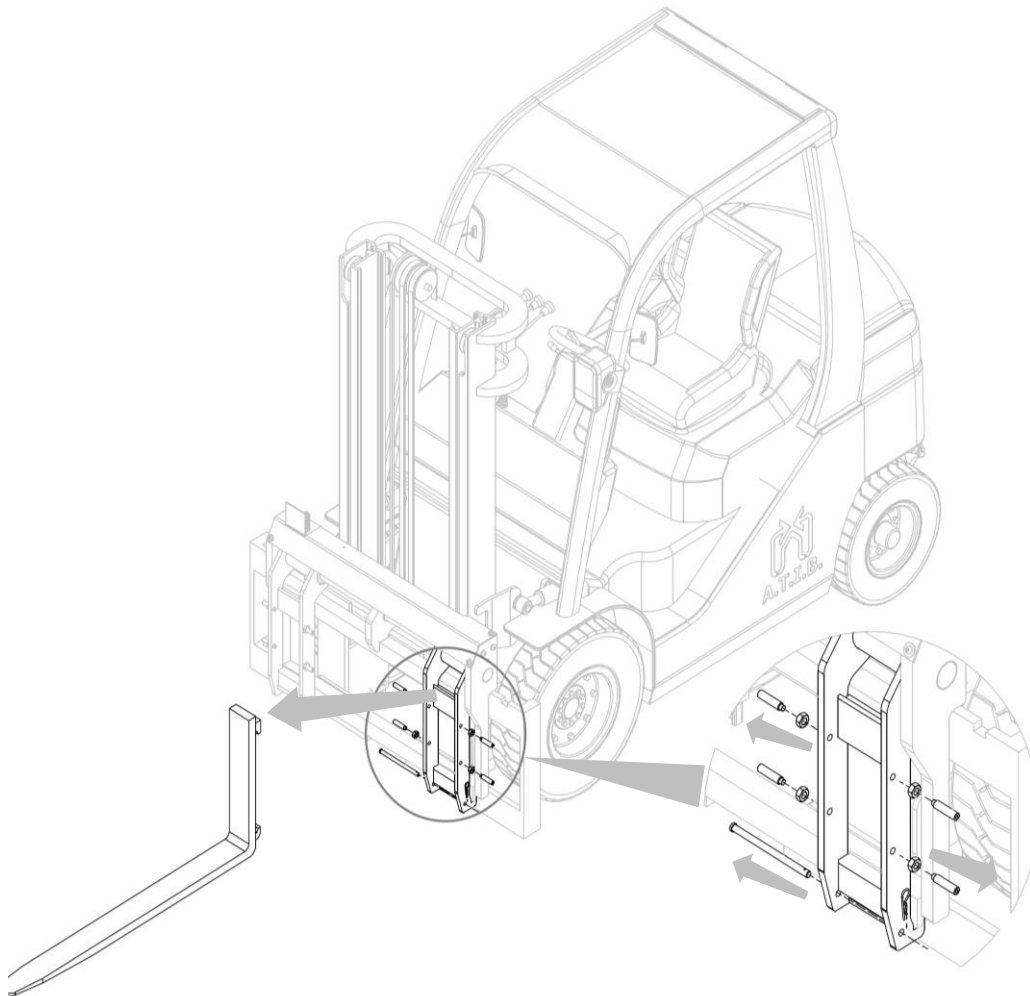

Figura 24
2. Retíre las horquillas después de desenroscar los tops de la horquilla y quitar los pasadores inferiores (mira *Figura 24*).